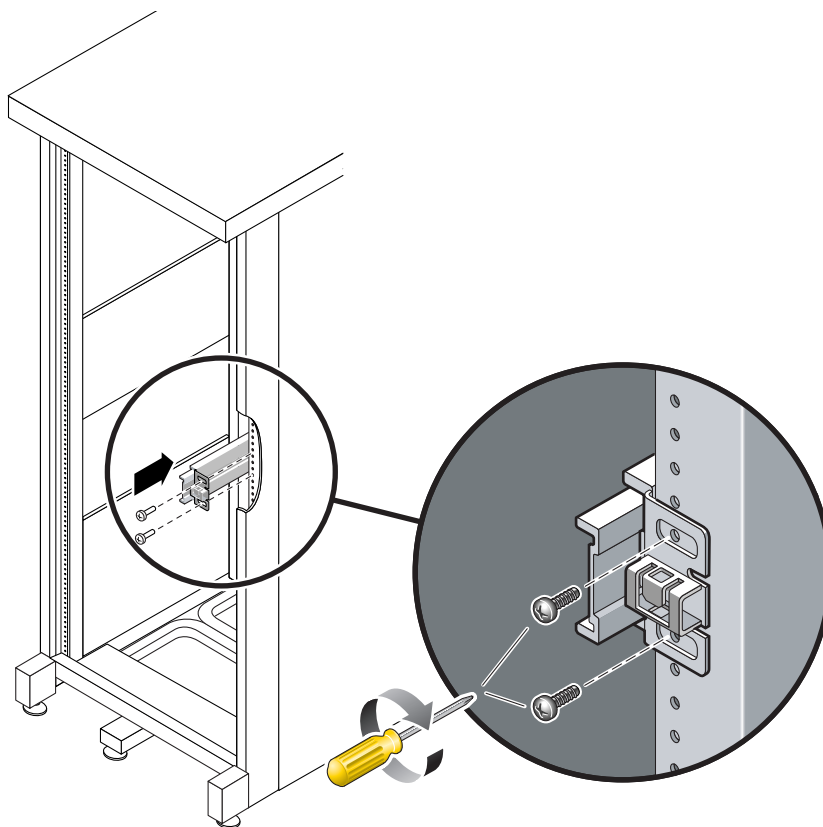

FIGURA 2-15 Montaje de una guía deslizante
- a. Sin apretarlos, utilice dos tornillos para sujetar el frontal de una guía deslizante al poste frontal derecho del bastidor (FIGURA 2-15).